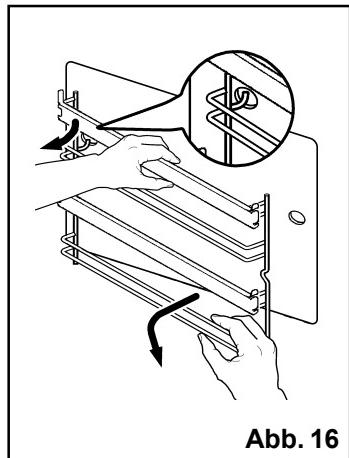

Abb. 16
2. Das Einhängegitter hinten anheben, um es auszuhanzen (Abb. 16).